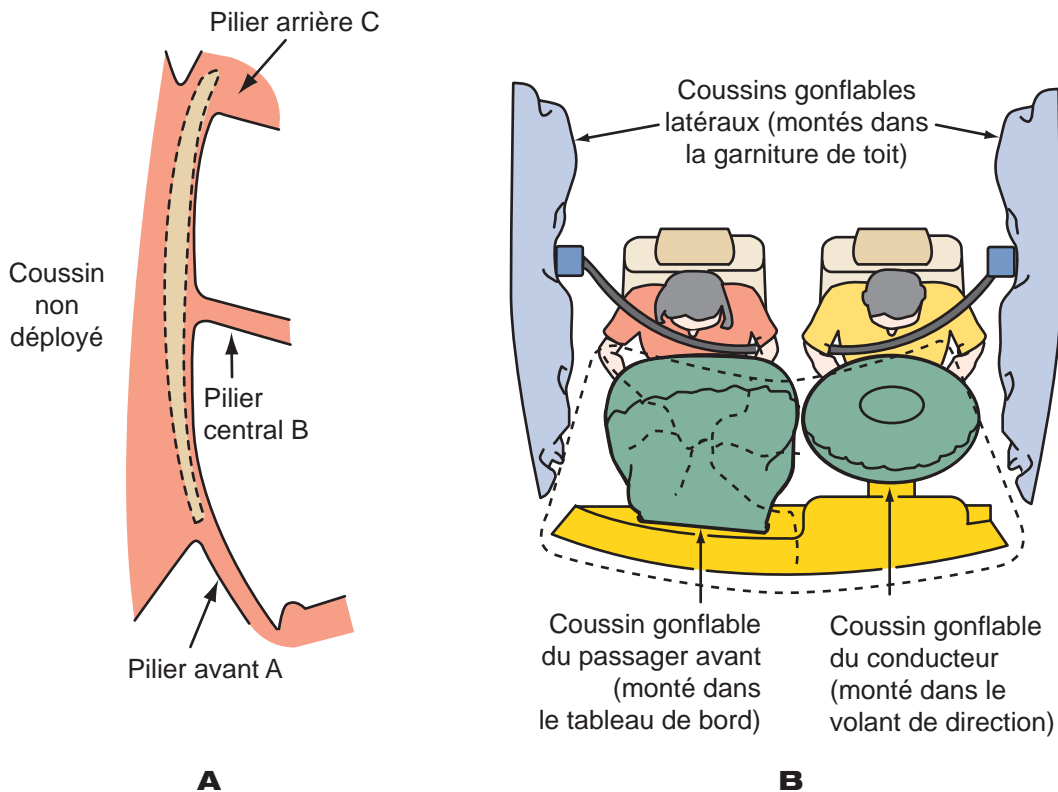

Figure 1-15 Coussin gonflable latéral de type rideau.
- Coussins gonflables latéraux de type rideau (figure 1-15) : couvrent tout le côté d'un véhicule.
- Coussins gonflables dans la garniture de toit: ils se prolongent des piliers avant jusqu'aux piliers arrière du toit (**figure 1-15 A**).